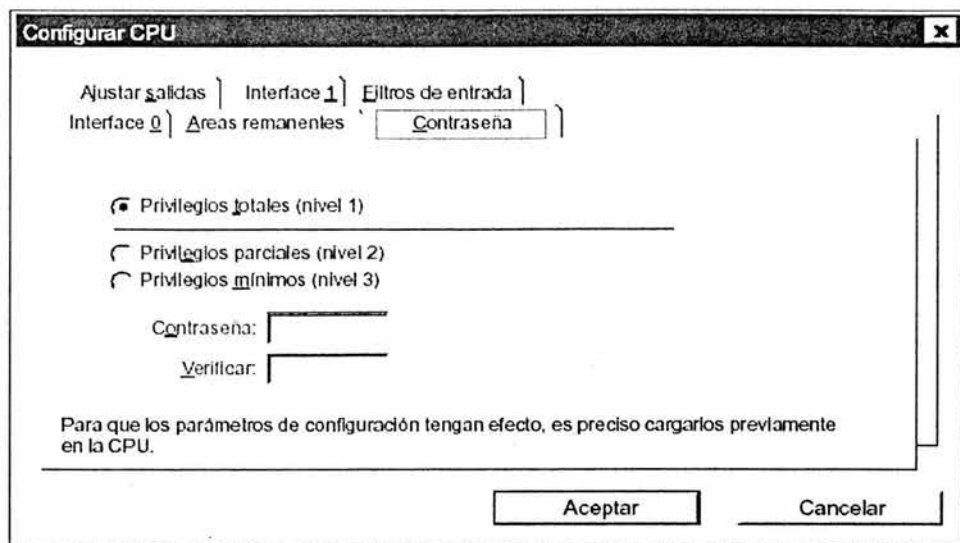

Figura 3-11 Configuración de contraseña para la CPU S7-200
STEP 7-Micro/WIN permite determinar una contraseña para acceder a las funciones de la CPU. Elija el comando de menú **CPU ► Configurar** y seleccione la ficha “Contraseña” ver figura 3-11.